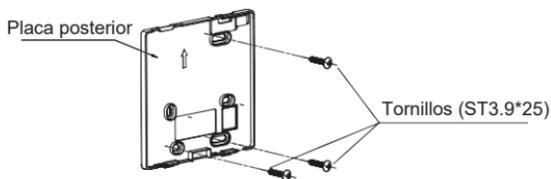

Fig. 3-3
- Para el montaje expuesto, fije la placa posterior en la pared con los 3 tornillos (ST3.9*25) y los tapones. (Fig. 3-3)